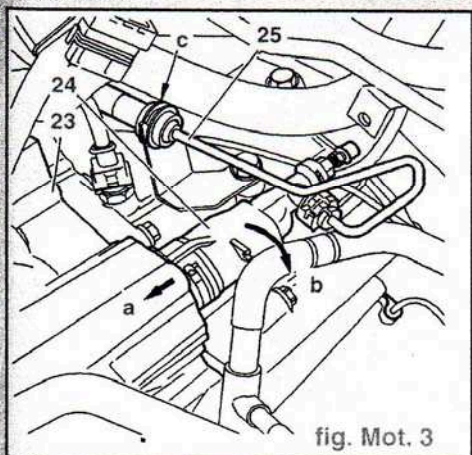

fig. Mot. 3
- Appuyer le récepteur d'embrayage (24) sur le carter d'embrayage (23) en "a" (fig. Mot. 3).